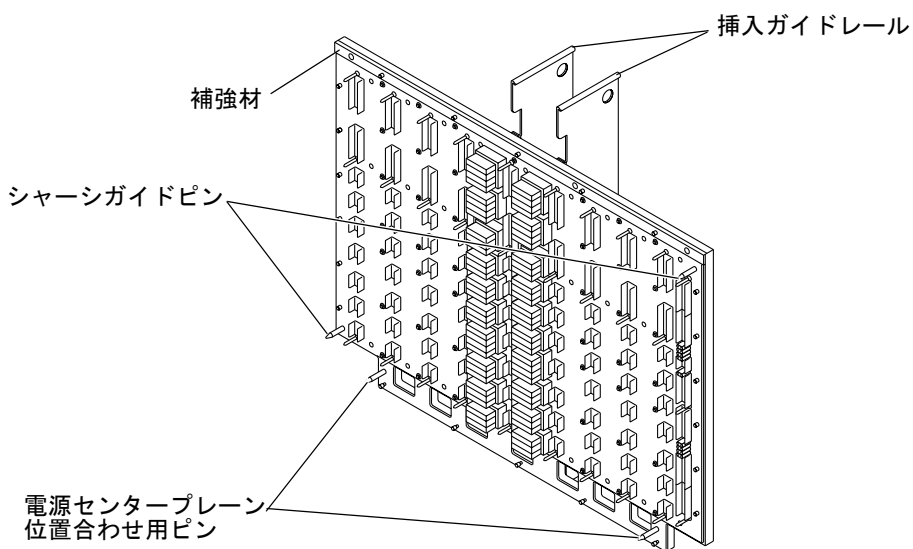

図 13-1 Sun Fireplane interconnect - 正面図および背面図
3. Sun Fireplane interconnect アセンブリの補強材の周辺にある、22 本のプラスの脱落防止機構付きねじを完全に緩めます (図 13-1)。